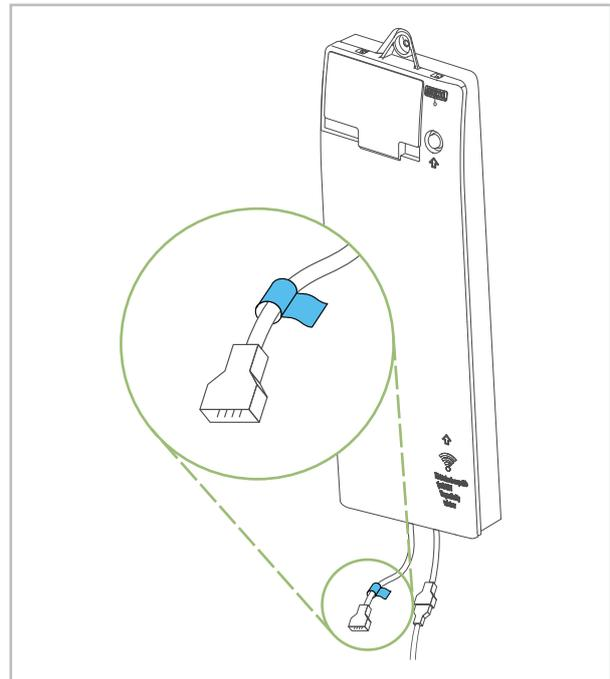

Abb. 32: Anschlussstecker KFB-3
4. ➤ Klemmen Sie den Stecker des verlegten Anschlusskabels an den geräteseitigen Anschlussstecker für die Kabelfernbedienung (siehe Abb. 32).